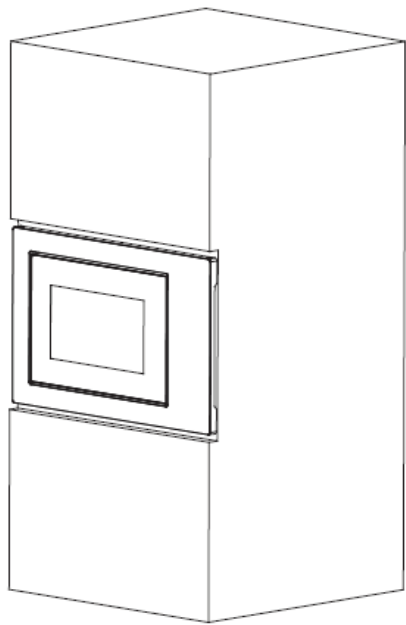

Fig.2
**2- Schieben Sie den Mikrowellenherd bis zum Anschlag nach vorne. (Abb. 2)**